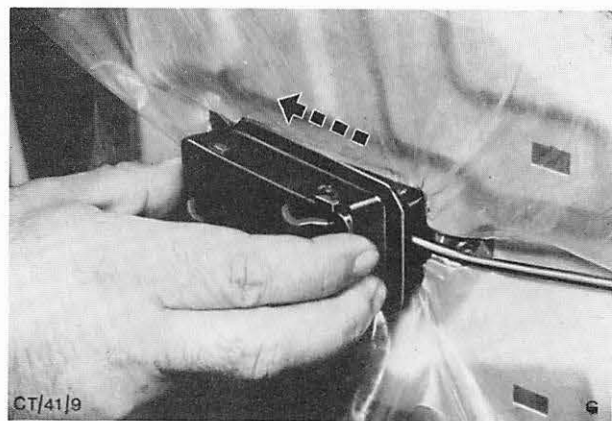

Abb. 42 Türöffnungshebel innen einbauen.
5. Fernbetätigungsstange am Türöffnungshebel einhängen, Hebel kompl. zum Ausschnitt im Türinnenblech ausrichten und zur Befestigung nach hinten schieben, Abb. 42.